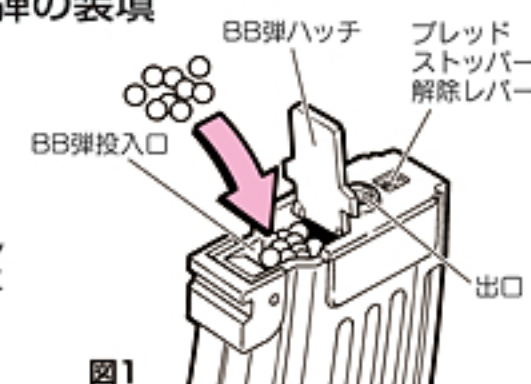

図1
① BB弾ハッチを開け、BB弾を入れます。約250発入ります。(ムリに押し込まないでください。)
② BB弾ハッチを閉めます。
■撃ち終わった後、導管に残った弾はマガジンを逆さまにして、図1の解除レバーを引くことによって出すことができます。
③ BB弾投入口を上にして、底部のギアを矢印の方向へいっぱいまでまわします。BB弾が図1の出口まで上がっている事を確認します。ギアをまわし続けると、ジージーという音がカチッカチツという音に変化します。これで準備OKです。(BB弾が少量しか入っていない場合はカラ回りするだけです。)
① Open the BB bullet hatch and insert BB bullets. The magazine can contain about 250 bullets. (Avoid pressing bullets into the magazine using excessive force.)
② Close the BB bullet hatch.
③ Hold the magazine with the BB bullet entrance faced upwards and turn the gear at the bottom all the way to the direction of arrow. It is fully turned when ji-ji sounds change to click-click sounds. (The gear turns without load if only a limited number of bullets exists.) Check that BB bullets are moved up to the exit shown in Fig.1 and then insert the magazine into the rifle.